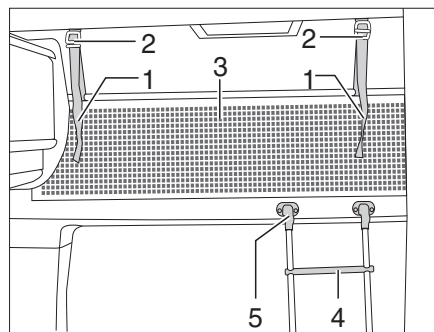

Fig. 148 Lit de capucine
Toujours monter sur le lit de capucine avec l'échelle de montée (Fig. 148,4) de série.
- Accrocher l'échelle par les longerons sur le bandeau du lit de capucine (Fig. 148,5) installé au bord du lit.
Le filet de sécurité (Fig. 148,3) de série est rangé entre le matelas et le sommier à lattes. Ne tendre le filet de sécurité qu'une fois que les personnes se trouvent dans la capucine.
- Faire s'enclencher les sangles de retenue (Fig. 148,1) dans les œillets du plafond (Fig. 148,2).